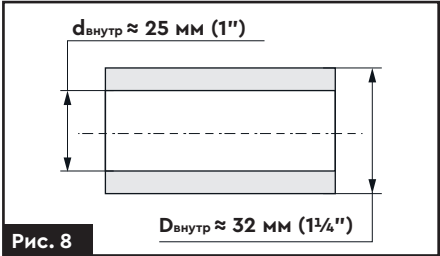

Рис. 8
- 2. При приєднаннi до магістрального водопроводу дiаметр труби в місці приєднання вхiдного патрубкy має бути не менший, нiж 1 ¼" (рис. 8).